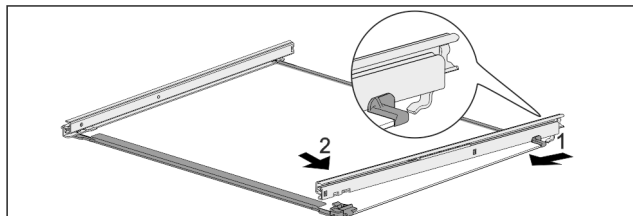

Fig. 45 Tablette en verre avec rails
- Accrocher le rail à l'arrière. Fig. 45 (1)
- Accrocher le rail à l'avant. Fig. 45 (2)